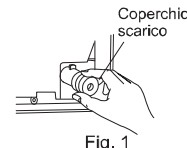

Fig. 1
- Per facilitare il deflusso dello scarico, il tubo di scarico deve essere rivolto verso il basso. (Fig. 1)
- 1) Tagliare il tubo di rame in modo corretto con un tagliatubi. (Fig. 1, 2)
- 1) Unire la tubazione del refrigerante e il tubo di scarico, quindi applicare il nastro di feltro (7) partendo dall'estremità. La larghezza di sovrapposizione del nastro di feltro (7) deve essere 1/3 della larghezza del nastro stesso. Utilizzare un fermo per bande all'estremità del nastro di feltro (7).
- 2) Rimuovere il coperchio dello scarico posizionato sul lato posteriore destro dell'unità interna. (Fig. 1)